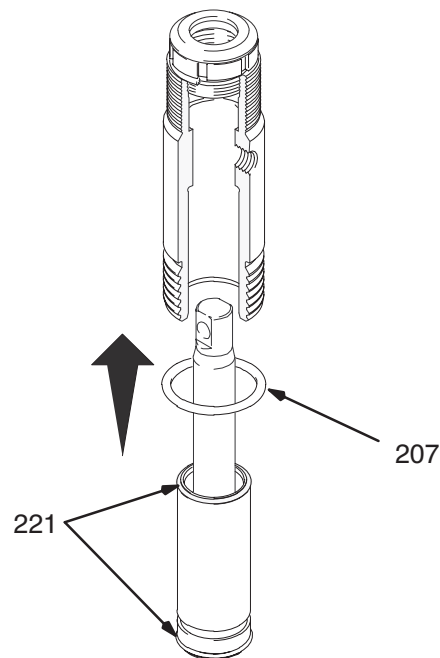

Рис. 17
Рис. 17. Смажьте уплотнительные кольца (221) и установите их на втулку. Сдвиньте узел втулка/шток поршня в нижнюю часть цилиндра. При необходимости, замените уплотнительное кольцо (207).